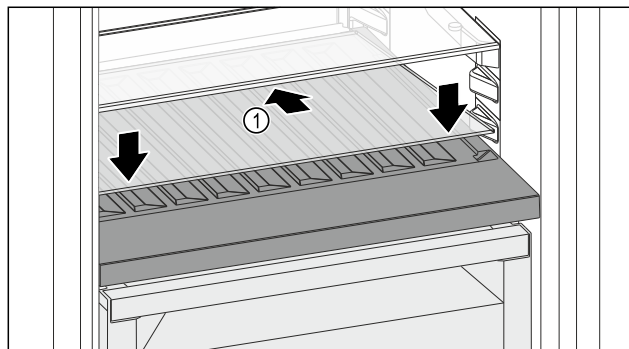

Fig. 146
- ▶ Nasadíte sklenú dosku Fig. 146 (1) šikmo a naklonenú smerom dozadu nadol.
- ▶ Spustíte sklenú dosku Fig. 146 (1) vpredu.